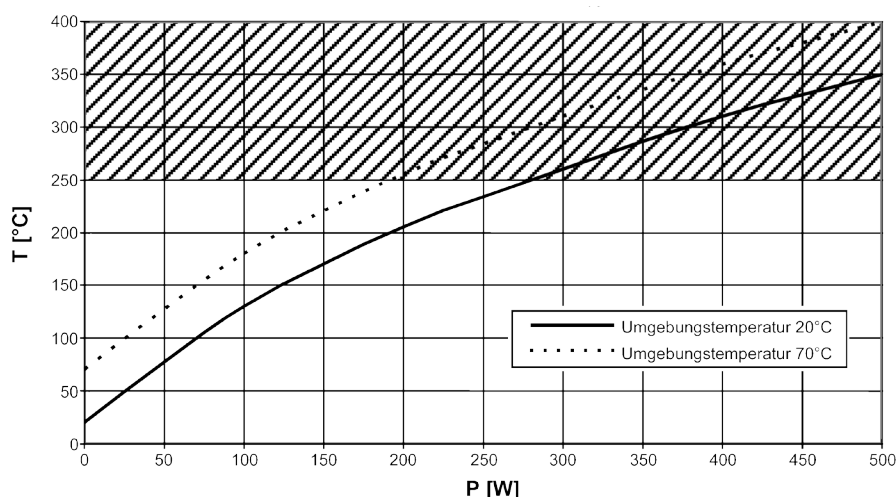

Bild 9.10: Gehäusetemperatur Ballastwiderstand DPRxx-200 bei ED = 100 %, max. zul. T = 250 °C
Die Basis ist die übliche Zykluszeit von 120 s. Die Gehäusetemperatur kann über das Temperaturdiagramm in Bild 9.10 anhand der mittleren Leistung ermittelt werden. Die mittlere Leistung errechnet sich nach Formel (4). Der aus Bild 9.10 entnommene Wert zuzüglich 5 K ergibt die Gehäusetemperatur bei der entsprechenden Impulsleistung.